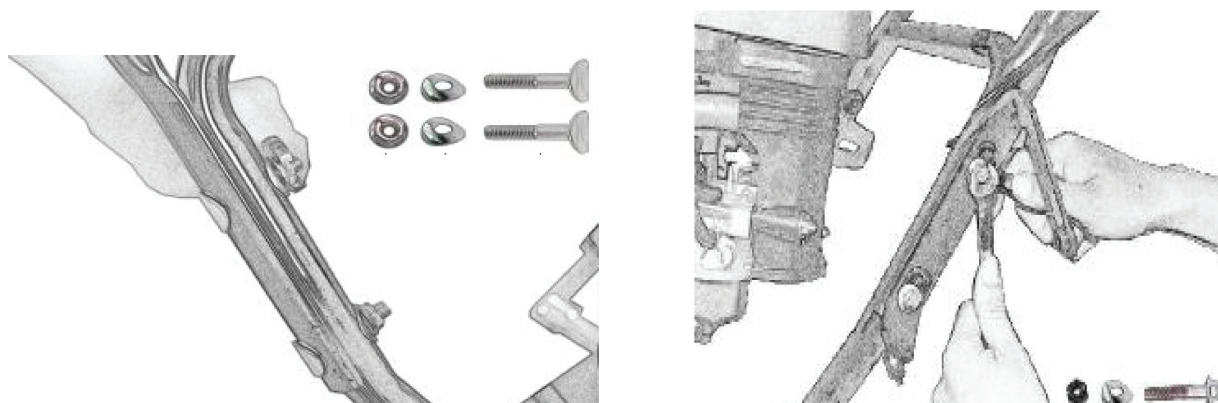

рис. 2
- совместите верхнюю и нижнюю части рукоятки, закрепите при помощи двух шестигранных болтов с левой стороны, а с правой стороны, сначала установите два кронштейна крепления рукоятки поворота желоба, после этого зафиксируйте двумя болтами (рис.2).
- установите рукоятку поворота желоба (рис.1 поз.9) в кронштейны крепления (рис.2);